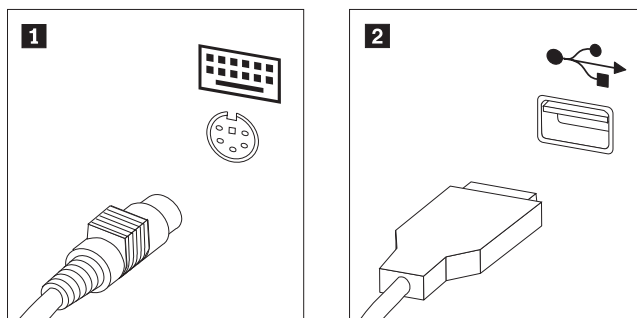

Figura 34. Conectores de teclado, estándar y USB
3. Localice el conector del teclado. Consulte la Figura 34.